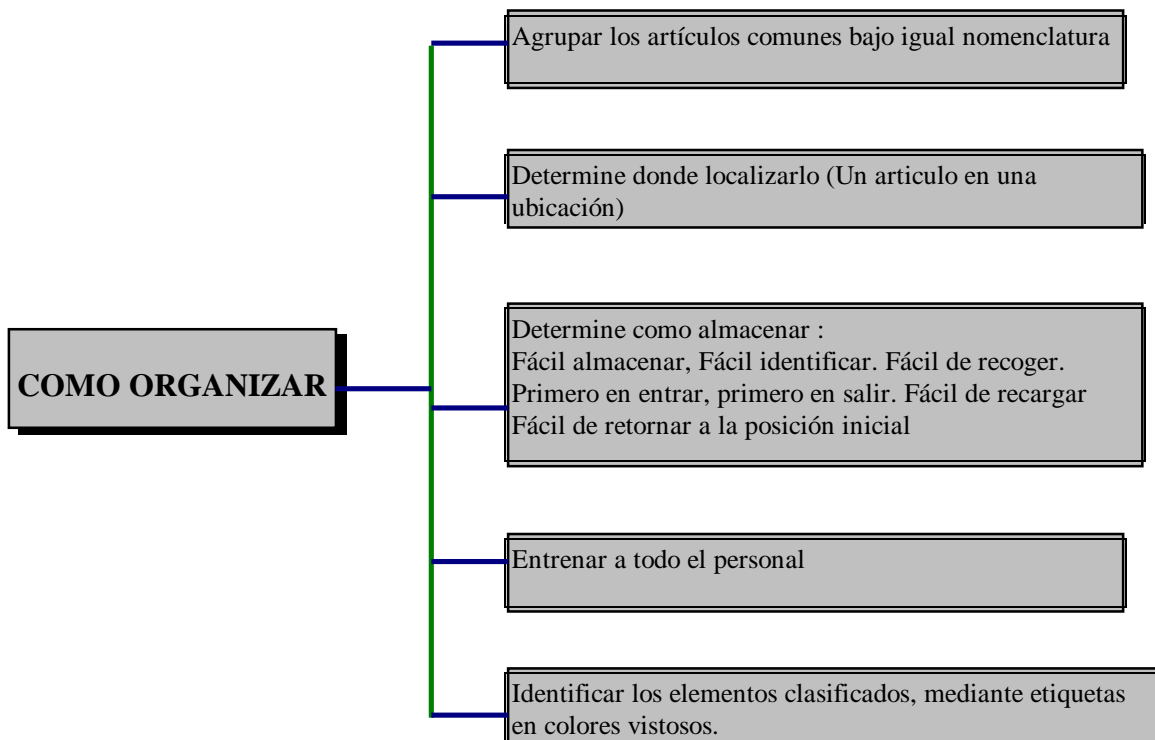

Figura 4. Metodología para organizar
- ✧ Utilicemos la forma mas adecuada para que todos los ítems puedan ser encontrados, retirados y reubicados en sus respectivos lugares, manteniendo el ambiente de trabajo organizado (Véase Figura 4. Metodología para organizar)